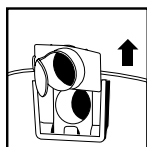

FIGURE 22
32. Retirez le défecteur d'admission du guide de défecteur. **NOTE :** Le tuyau doit être enlevé avant le retrait du défecteur d'admission. **FIGURE 22.**